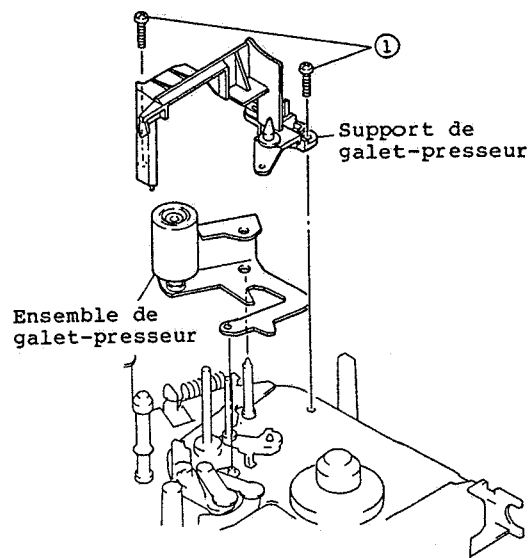

Fig. 2-68
1. Retirer les deux (2) vis de fixation immobilisant le support de galet-presseur. (Se reporter à la figure 2-68)